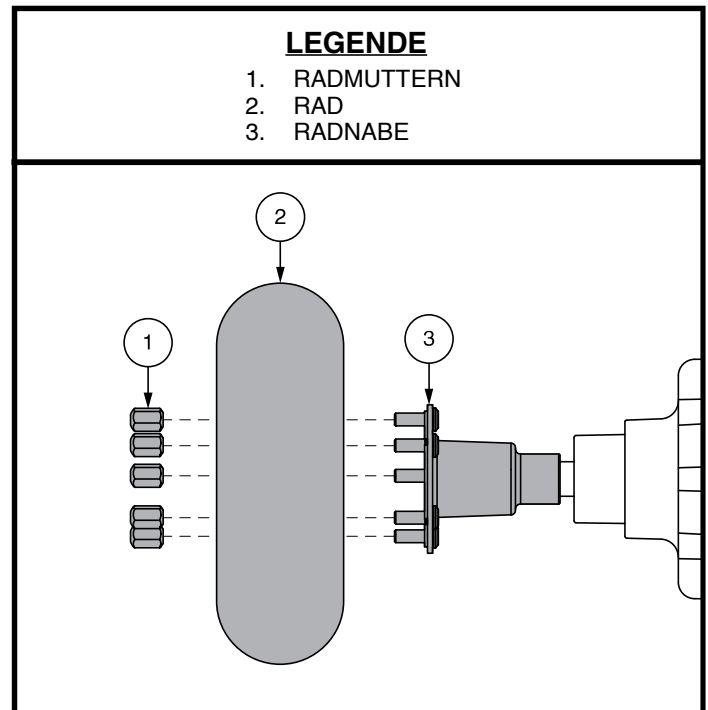

Abb. 19. Reifenradenthebung
4. Entfernen Sie die Radmuttern Antriebsrades von der Radnabe. **Siehe Abb. 19.**